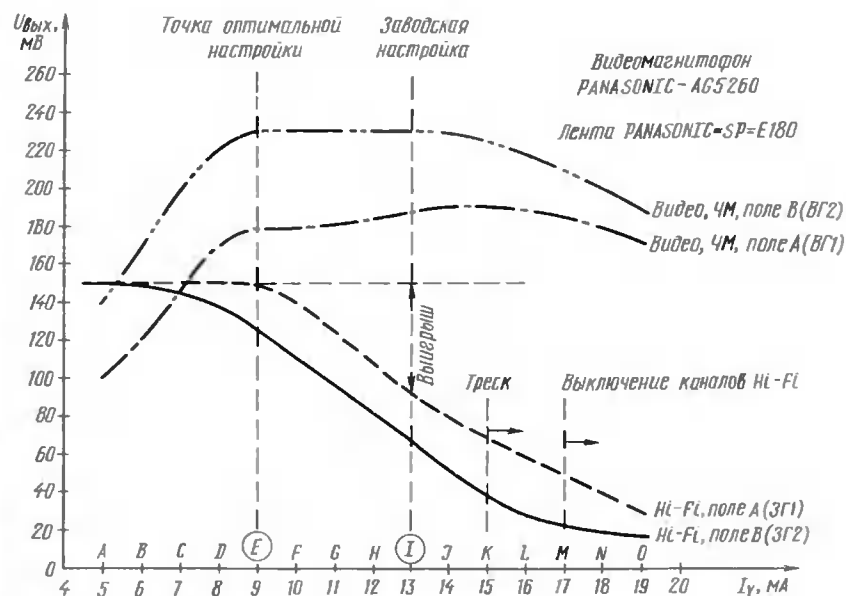

Рис. 2
Однако, если наработка головок достигает только 5000...6000 ч, допустимо уменьшить ток записи сигнала яркости, что позволит "омолодить" аппарат без замены головок. На рис. 2 представлены экспериментально снятые зависимости уровня напряжения воспроизведения (размаха) ЧМ сигналов яркости и Hi-Fi звука на выходах предварительных
Для выяснения степени влияния значения тока записи сигнала яркости на качество изображения одновременно с измерением уровней проводилось визуальное сравнение воспроизводимой "картинки" в точках А—О (рис. 2), получаемой при записи видеокамерой неподвижной цветной заставки. В интервале значений тока от 8 до 19 мА качество изображения было практически неизменным. При токе 7 мА и менее существенно росла яркост-
20...30 % от номинала) ток записи сигнала цветности. По наблюдениям автора, изменять ток сигнала цветности обычно не требуется, если ток яркостного сигнала соответствует началу пологого участка характеристики (точка Е на рис. 2).
Включив режим внешней синхронизации, записывают на видеомagnetofон сигнал "белое поле" и измеряют размах ЧМ сигнала яркости в интервале гашения по кадрам (рис. 3, в). Для снятия зависимости уровня намагниченности ленты от тока яркостного сигнала (см. рис. 2) до-
Построив снятые зависимости, находят оптимальное значение тока яркостного сигнала и устанавливают его, ориентируясь на точки D, E, F рис. 2. Напомним еще раз о том, что не следует увлекаться чрезмерным уменьшением тока, поскольку может нарушиться баланс намагниченности ленты сигналами яркости и цветности.